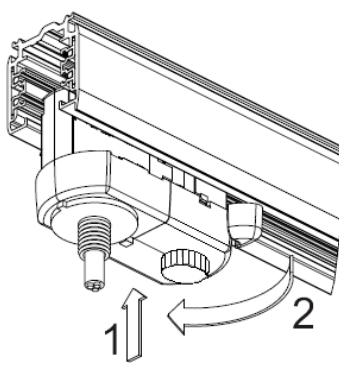

Рис. 2
- 4.4. Зафиксировать адаптер путем поворота фиксатора, расположенного на нем (рис. 2).